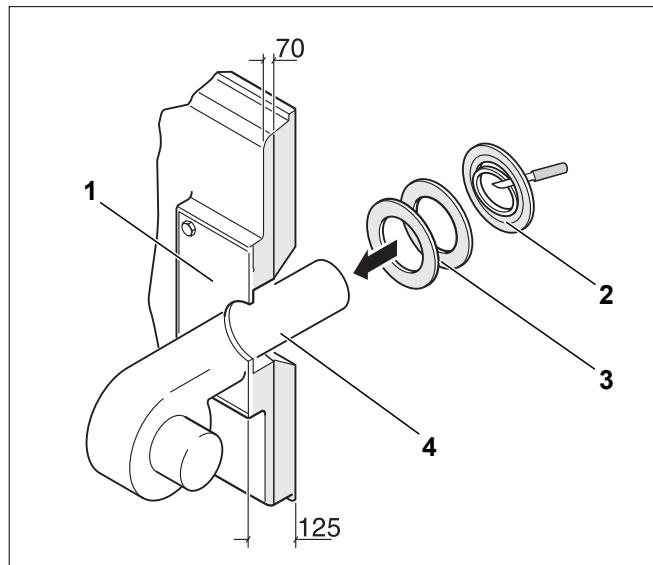

Рис. 28 Монтаж горелки
- ▶ В пластине под горелку (рис. 28, [1]) просверлите или вырежьте автогеном отверстие, соответствующее диаметру трубы горелки (\varnothing макс. 270 мм).
- ▶ Вырежьте изолирующие кольца в соответствии с диаметром трубы горелки (рис. 28, [2]).
- ▶ Уложите в щель между теплоизоляцией дверцы горелки и трубой горелки (рис. 28, [4]) соответствующие изолирующие кольца (рис. 28, [3]).